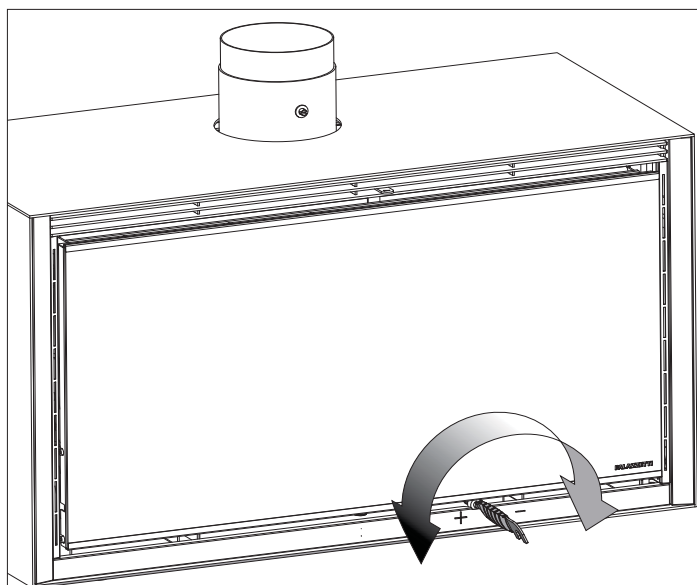

fig. 6.1
- abrir al máximo la regulación del aire primario (fig.6.1);
La combustión se regula introduciendo la manija fría, en dotación, en la tolva colocada en la base del marco de la puerta y girándola hacia la derecha para reducir el aire y hacia la izquierda para aumentar (fig.6.1).